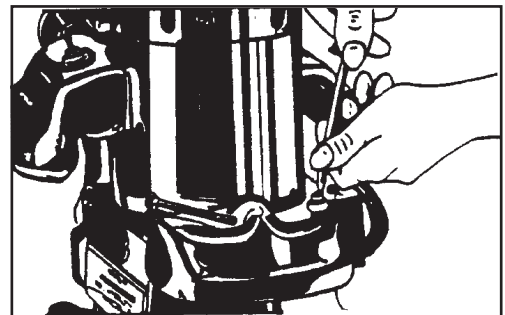

Figura 10
1. Saque los dos tornillos que sostienen el protector de la luz al alojamiento. Consulte la figura 10.